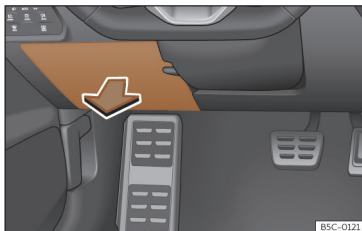

**Fig. 219** No painel de instrumentos do lado do condutor: tampa da caixa de fusíveis.
- **Abrir:** recline a cobertura para baixo >>> **Fig. 219.**